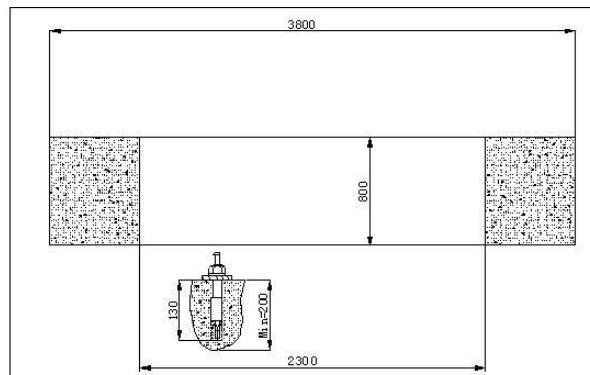

Рис. 29
- ◆ Установите штифт, как показано на *Рис. 29*.